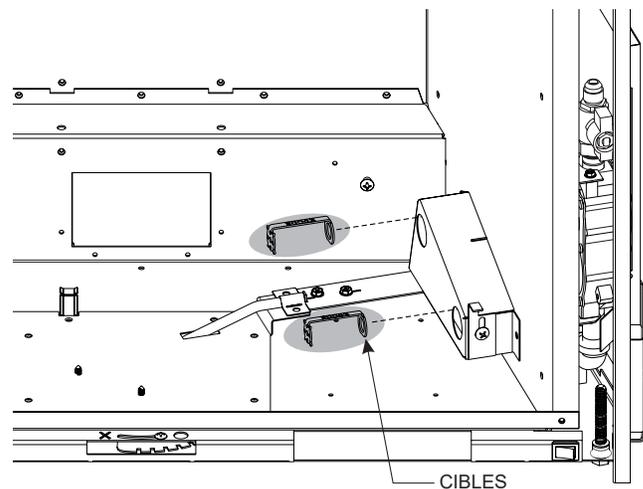

Figure 6
6. Utiliser des pinces à bec effilé pour retirer les cibles en les faisant pivoter en sens antihoraire et les jeter. Voir Figure 6.